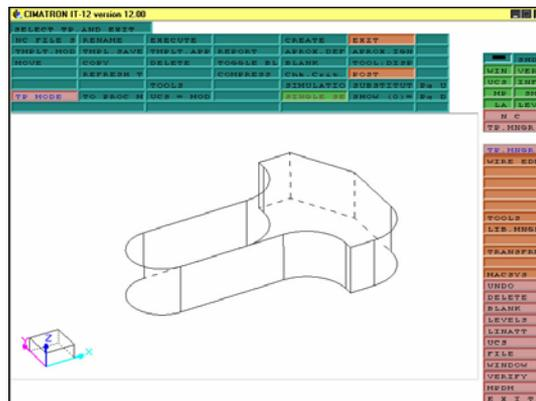

Рисунок 13
8. Попадаем в систему обработки (рис.13).